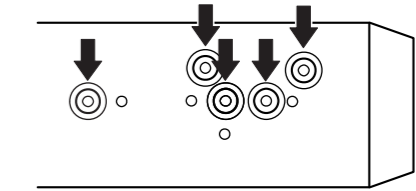
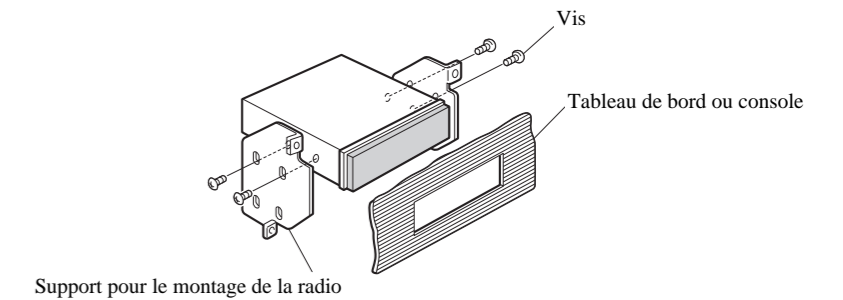

Fig. 12
Fig. 13
2. Fixation de l'appareil au support pour le montage de la radio installée par le constructeur. (Fig. 12) (Fig. 13)